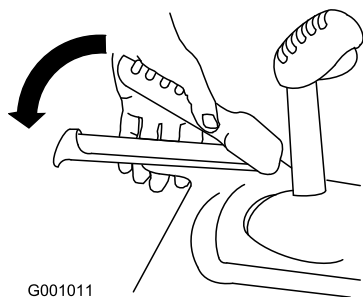

Figura 26
2. Cuplați maneta de tracțiune și țineți-o în poziția respectivă (Figura 26).